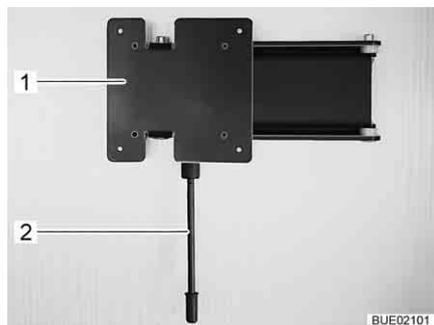

Fig. 76 Soporte de pared
- Tirar la palanca de desbloqueo (Fig. 76,1) hacia abajo y girar el soporte (Fig. 76,2) con la pantalla plana a la posición deseada.